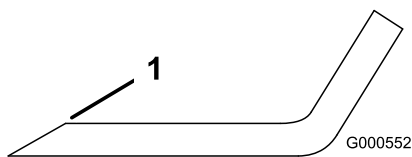

Bild 106
1. Schärfen Sie die Schnittkante an beiden Enden des Schnittmessers mit einer Feile (Bild 106).
Hinweis: Feilen Sie, wenn das Schnittmesser nicht ausgewuchtet ist, vom Flügelbereich des Messers etwas Metall ab (Bild 106).